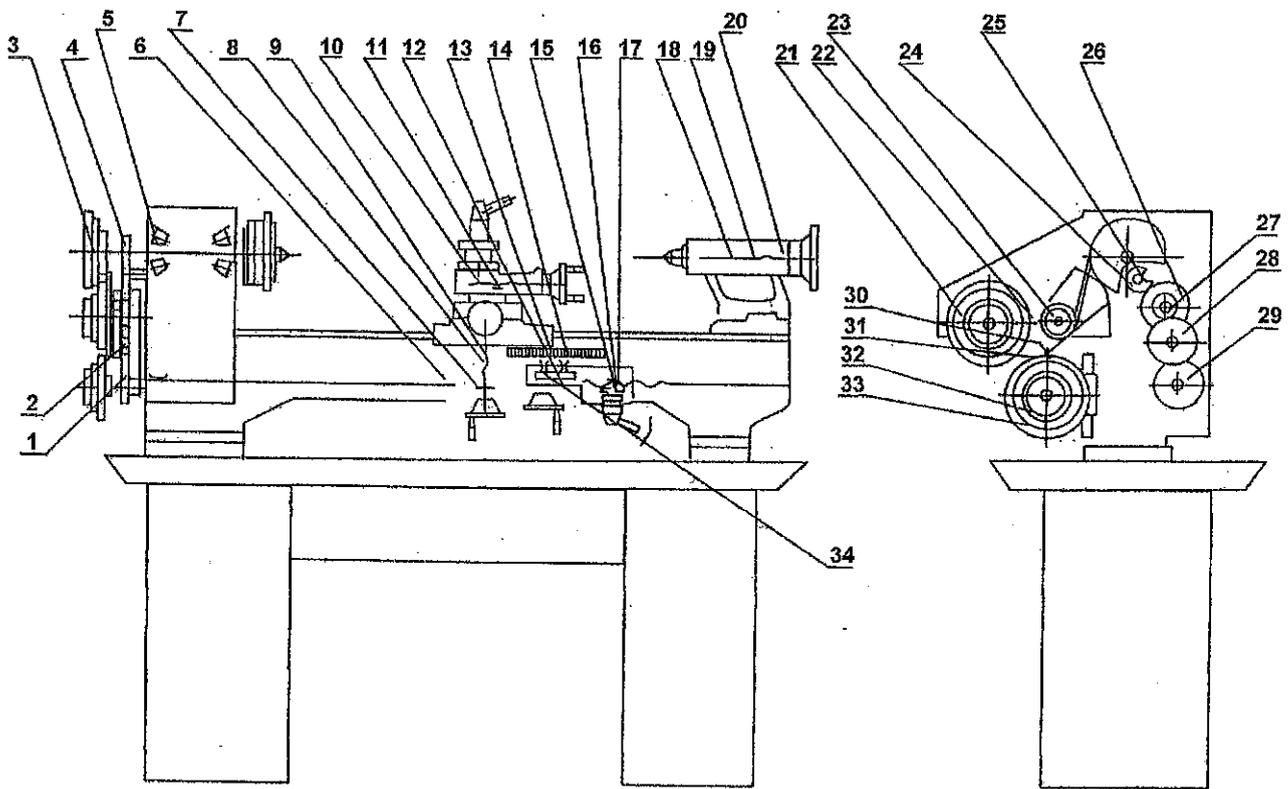
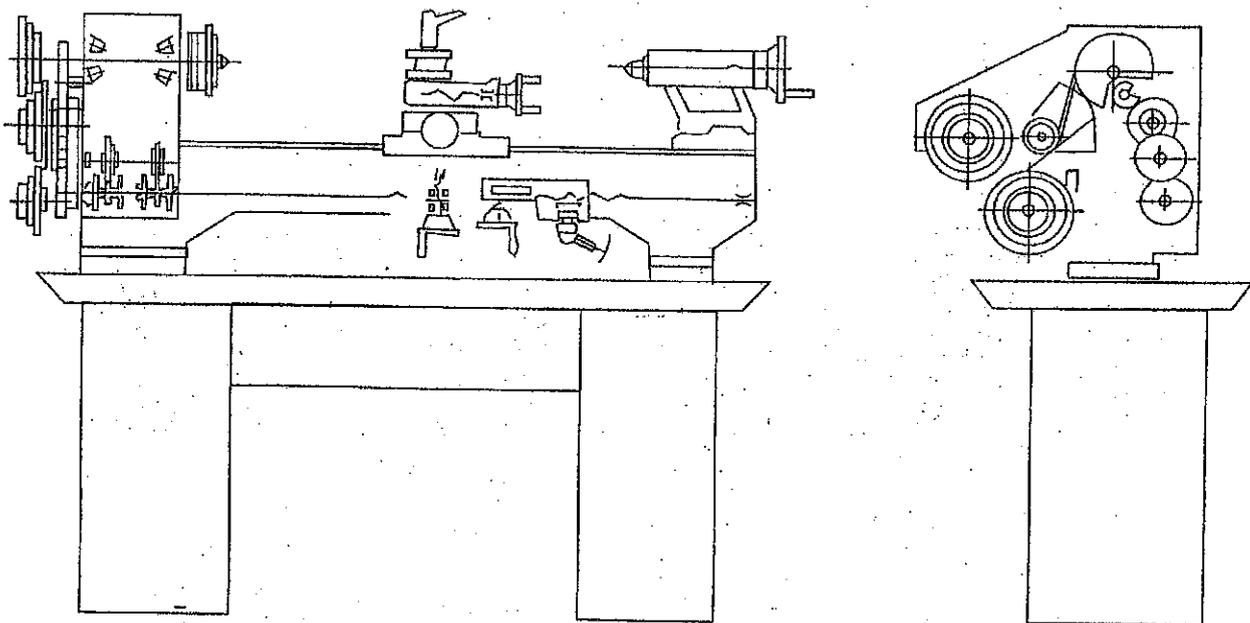

Fig1 : Transmissions et roulements des tours S-210 & S-250
Fig2 : Transmissions et roulements des tours S-6125
3.1- Nomenclature Fig1, Fig2
Le schéma Fig2 est le mécanisme de transmission du tour S-6125 avec la boîte d'avance. Pour les détails de cette boîte de vitesses, voir Fig10.